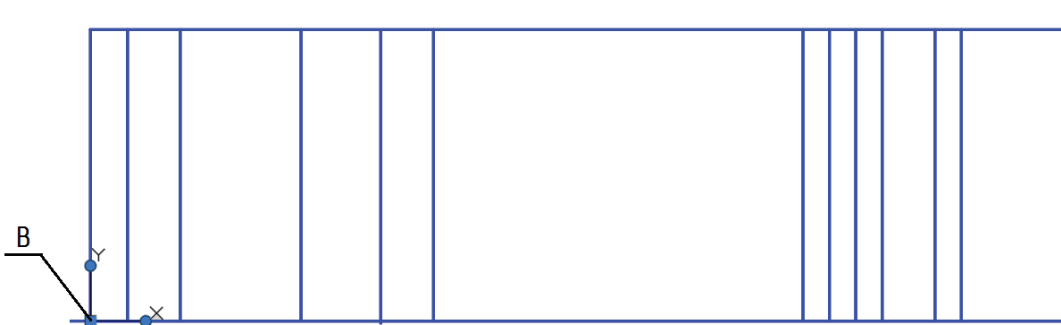

Рис. 2.3.9. Результат выполнения команды **Копировать**
Результат выполнения команды **Копировать** показан на рис. 2.3.9.
4.1. **Переместим ПСК в точку В** основной надписи (см. рис. 2.3.9) командой ПСК → Начало → укажите точку В (см. п. 8).